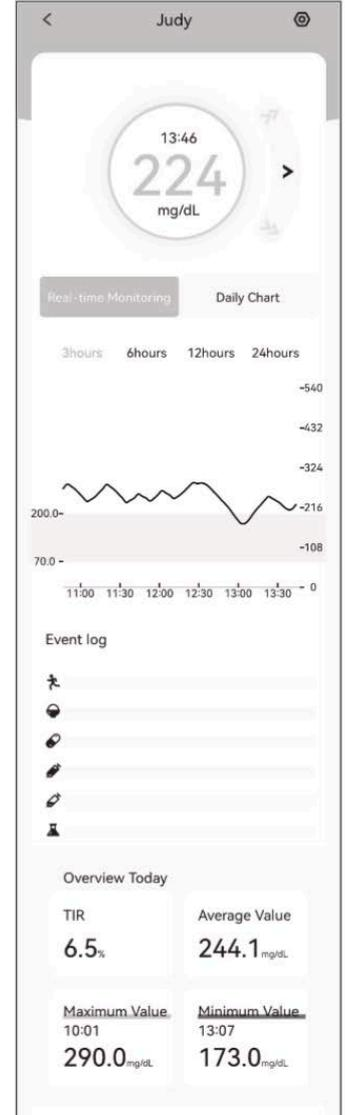

Abbildung 5. Tagesdiagramm in AnytimeFollow (Follow Anytime)
- Ihre Follower können einen Teilenden auswählen, um detaillierte Echtzeit-Monitoring-Ergebnisse anzuzeigen, d. h. Trenddiagramm, Glukosewerte, Diagramme, Ereignisprotokolle und Tagesansicht, wie in Abbildung 5 dargestellt.